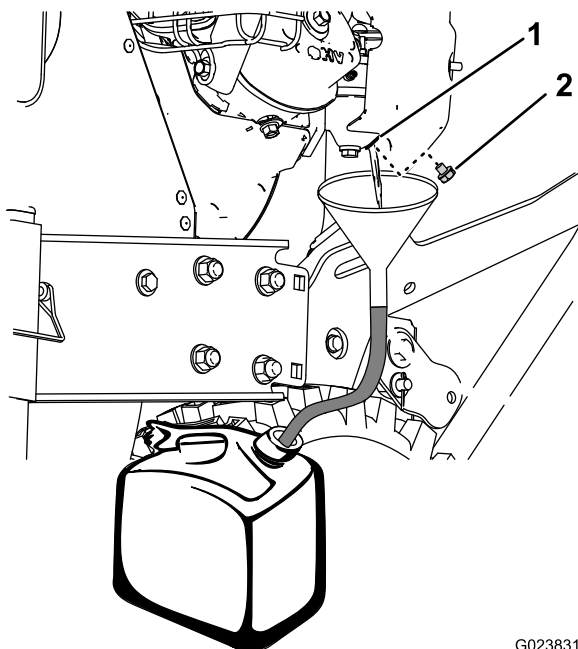

**Figura 28**
- Individuate il bullone di spurgo situato sul foro laterale della vaschetta del carburatore (Figura 28).